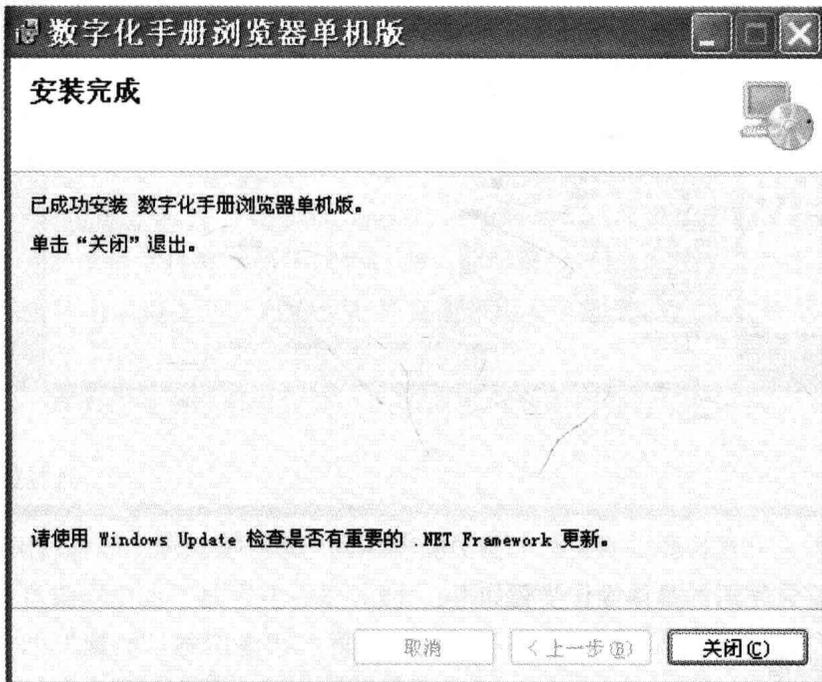

图 1-8 “安装完成”窗口
8) 当安装成功结束后, 安装向导显示图 1-8 所示的“安装完成”窗口, 提示用户系统已正确安装完成。用户单击“关闭”按钮, 完成安装。